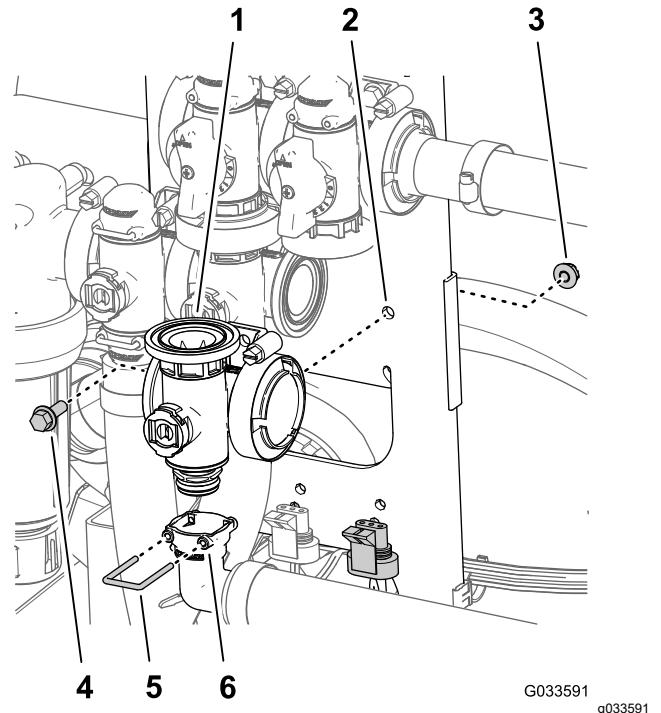

Figura 130
5. Alinhe a entrada da união de saída de 90° na união na parte inferior do coletor da válvula da rampa principal (Figura 130).
6. Prenda a união de saída da união inserindo um retentor na entrada da união de saída (Figura 130).